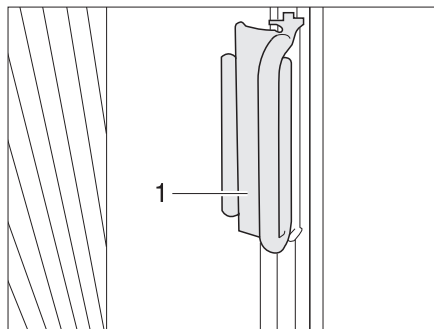

Fig. 21 Bloqueo de los estores plegables para la ventana del conductor/ del acompañante
- Empujar los estores plegables para la ventana del conductor y del acompañante con el tirador (Fig. 21,1) sobre la pieza sobrepuesta. El estor plegable queda asegurado.